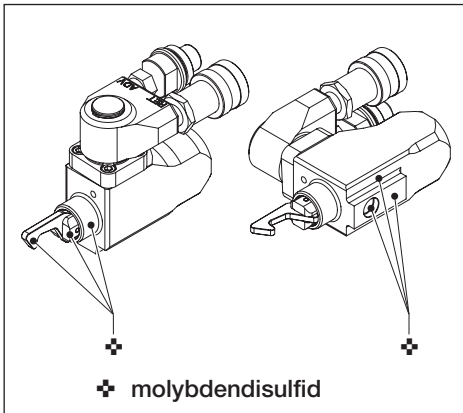

Fig. 13
5.2 Förebyggande underhåll – Hydraulisk svivel och drivenhet (Fig. 13 och 14)